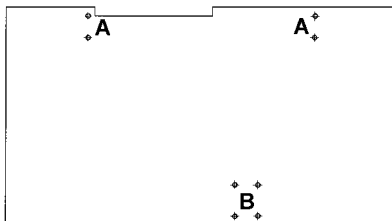

Abb. 5 Werkplatte - Draufsicht
! Die Befestigungslöcher sind vorgebohrt (↓ siehe Abb. 5, A).
- Befestigen Sie den Schraubstock mit den beigefügten Schlüsselschrauben an der Werkbankplatte (↑ siehe Abb. 5, B).
! Die Befestigungslöcher sind vorgebohrt (↑ siehe Abb. 5, B).